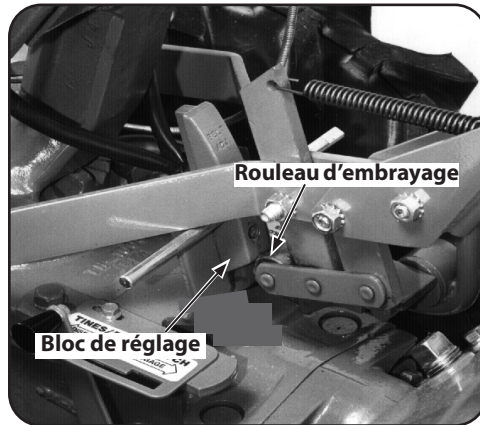

Figure 5-16
4. Placez le levier d'entraînement de la PDF des dents et des roues en position MARCHÉ AVANT. Le levier de la commande d'embrayage s'appuiera sur l'outil de réglage de la courroie et le rouleau d'embrayage devrait se trouver un peu sous le bloc de réglage. Voir Figure 5-16.